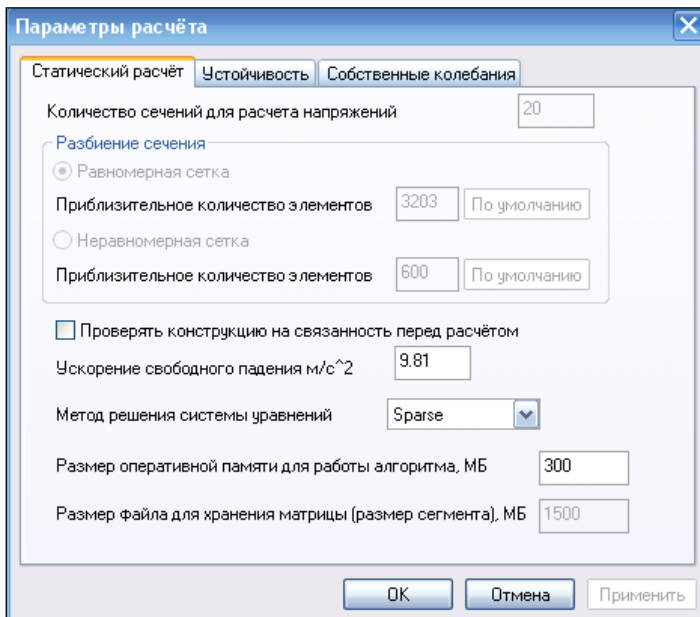

Рис. 10.23. Диалоговое окно **Параметры расчёта** на вкладке **Статистический расчёт**
- вкладка **Статистический расчёт** (рис. 10.23). На этой вкладке: